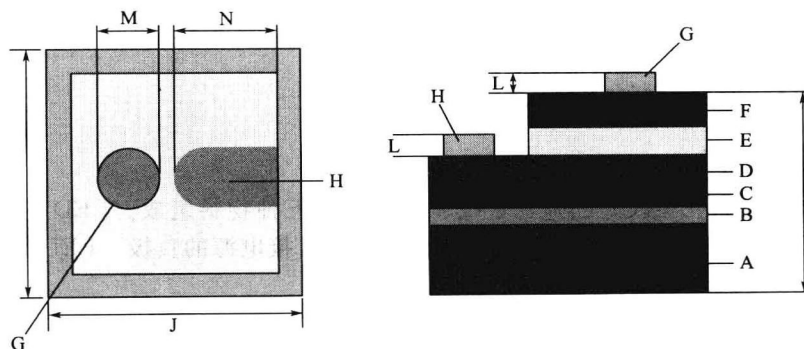

图 1.3 双电极 LED 芯片结构示意图
② 双电极 LED 芯片结构 双电极 LED 芯片结构如图 1.3 所示。